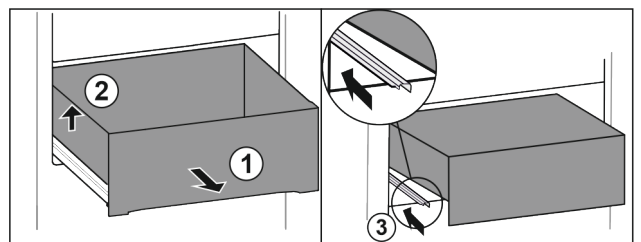

Fig. 89
- ▶ Predal izvlecite do omejevala. Fig. 89 (1)
- ▶ Dvignite predal levo. Fig. 89 (2)
- ▶ Vstavite levo vodilo. Fig. 89 (3)